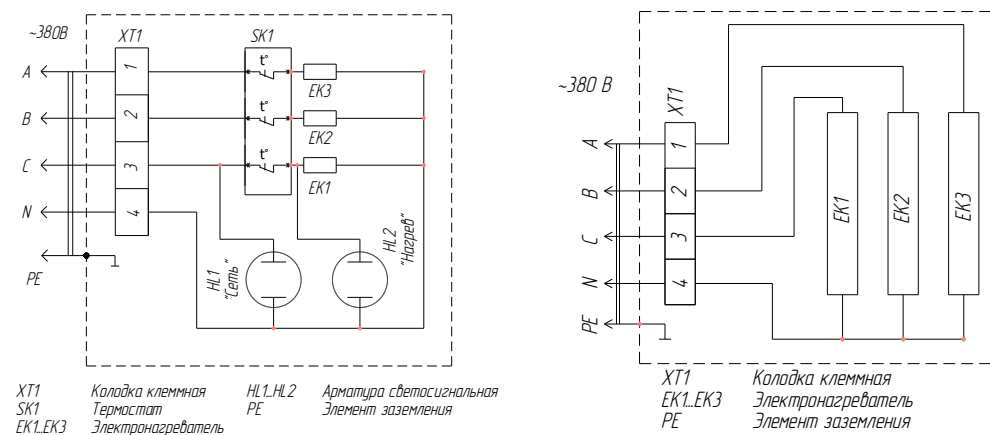

Рис.3 Схема электрическая принципиальная (слева – со встроенным терморегулятором)
6.5. **ЭЛЕКТРОПИТАНИЕ КАМЕНКИ** подводится по типовой пятипроводной схеме «А, В, С, N, PE» в соответствии с рис.3. Для подключения заземления имеется отдельная клемма, маркированная знаком заземления.